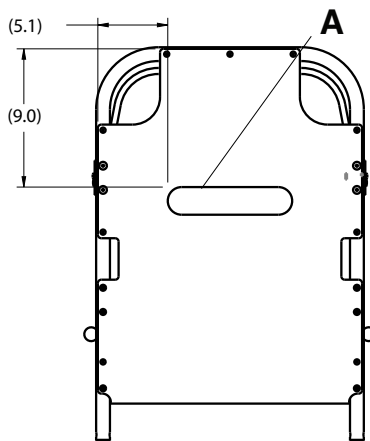

Abbildung 1 – Anbringen des Velcro-Klettbands an der Rückenlehne (Fowler)
6. Das Schutzpapier vom **Velcro**-Klettband für die Rückenlehne (Fowler) (A) abziehen und das **Velcro**-Klettband an der Oberfläche der Rückenlehne (Fowler) anbringen (Abbildung 1).